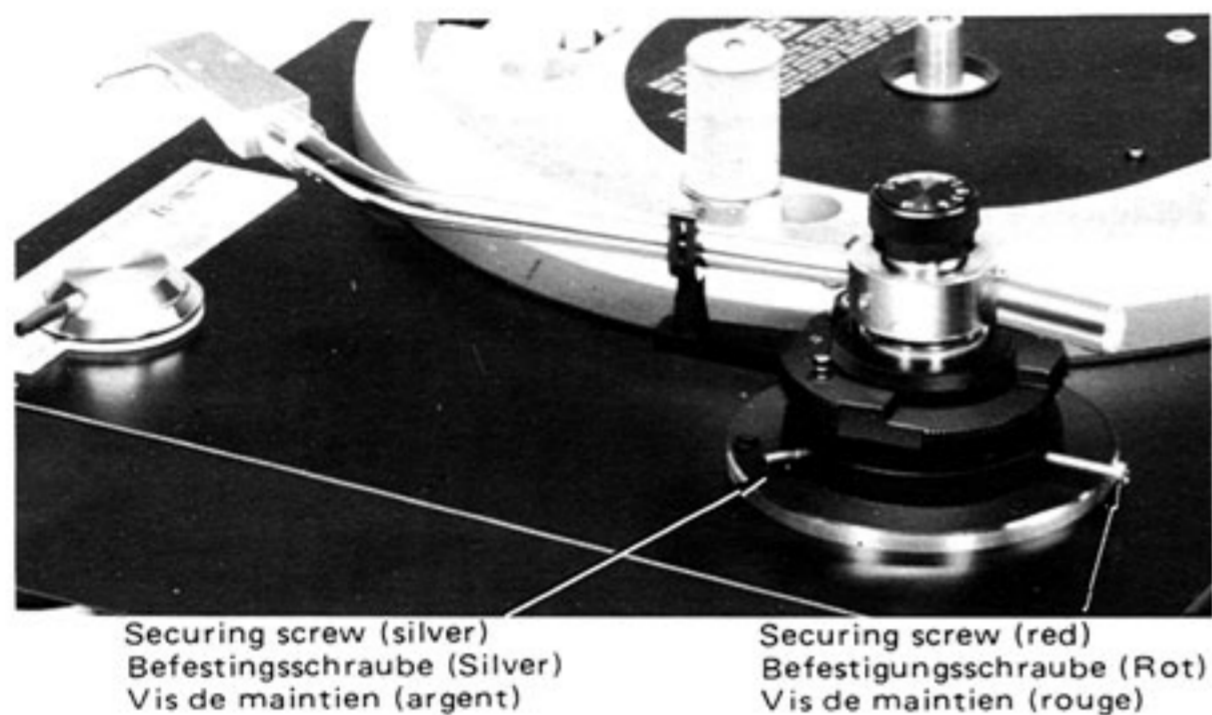

Fig. 2 Abb. 2
3. Remove the tonearm securing screw used for shipping (red screw). (Fig. 2)
3. Die Befestigungsschraube entfernen, die den Tonarm während des Transports sichert (rote Schraube). (Abb. 2)
3. Retirer la vis de maintien du bras de lecture (vis rouge). (Fig. 2)